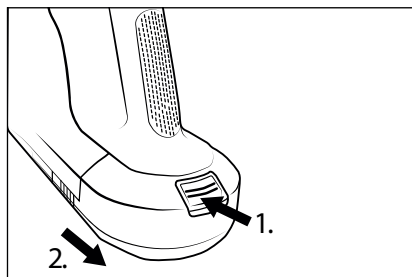

Fig. 13
- ◆ Per rimuovere la batteria  dall'apparecchio, tenere premuto il tasto di sblocco batteria  e sfilare la batteria  dall'apparecchio (vedere fig. 13).